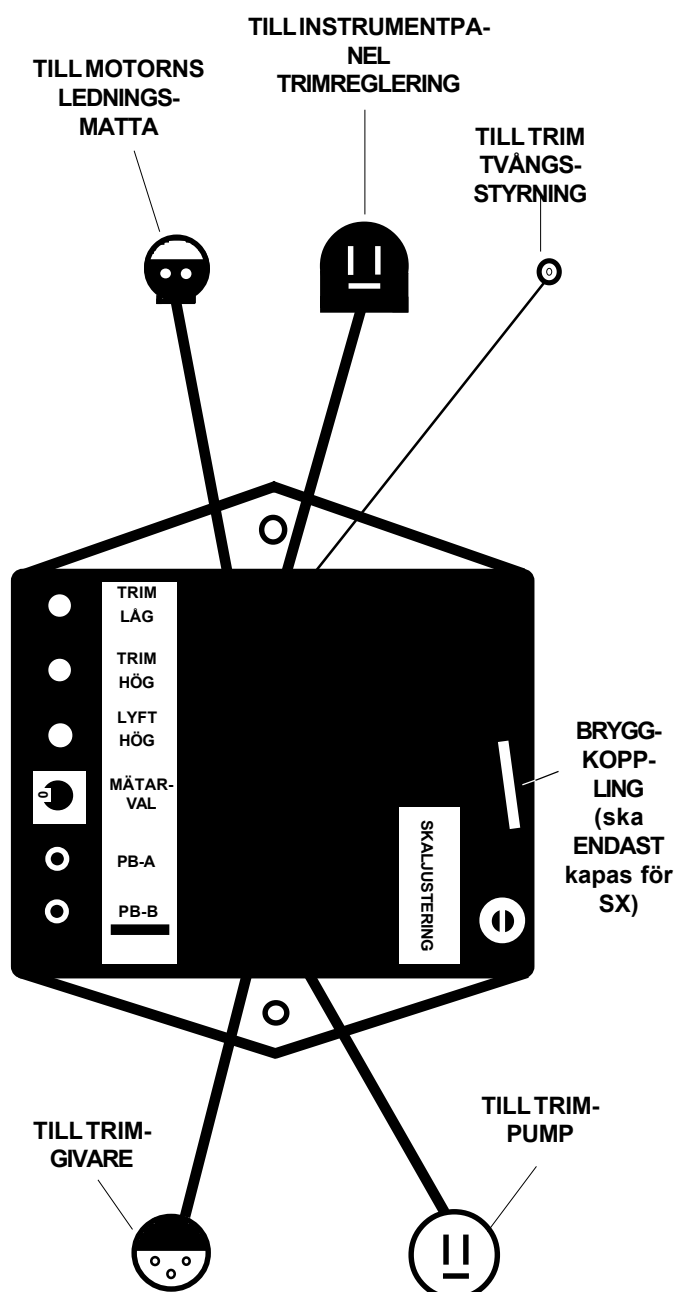

Bild 1. Identifiering av trimbegränsaranslutning
2. Applicera ett tunt skikt vattenfast fett på båda sidor av trimpumpens stiftkontakt (se bild 1), som leder direkt till trimpumpen. Rikta in uttaget med stiftkontakten och tryck ihop med kraft.
3. Applicera ett tunt skikt vattenfast fett på trimgivarens stiftkontakt (se bild 1), som leder direkt till akterspegelskölden. Rikta in och anslut stiftkontakten och tryck ihop med kraft. Använd ett fästclips.
4. Applicera ett tunt skikt vattenfast fett på stiftkontakten för tvångsstyrning av trim (se bild 1), som leder till tvångsstyrningsledningen för instrumentkabeln. Rikta in och anslut stiftkontakten och tryck ihop med kraft.
5. Applicera ett tunt skikt vattenfast fett på stiftkontakten för trimreglering (se bild 1), som leder till instrumentpanelens ledningsmatta för trim/lyft. Rikta in och anslut stiftkontakten och tryck ihop med kraft.
6. Applicera ett tunt skikt vattenfast fett på båda sidor av stiftkontakten för motorns ledningsmatta (se bild 1). På dieselutföranden ansluter detta kontaktdon direkt till trimkabeln, som leder till trimreglagen och kopplar förbi motorns ledningsmatta. Rikta in uttaget med kabelns stiftkontakt och tryck ihop med kraft. Använd ett fästclips.